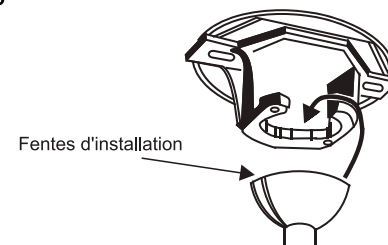

Fig. 10
Étape 9. Soulevez le moteur en position et placez la boule de suspension dans le support de montage au plafond. Tournez l'ensemble jusqu'à ce que Check Tab (languette de contrôle) se trouve dans Registration Slot (Fente d'installation) et qu'il soit fermement logé (Fig. 10). Le moteur entier ne doit pas tourner (à gauche ou à droite) lorsque l'installation est bien logée.